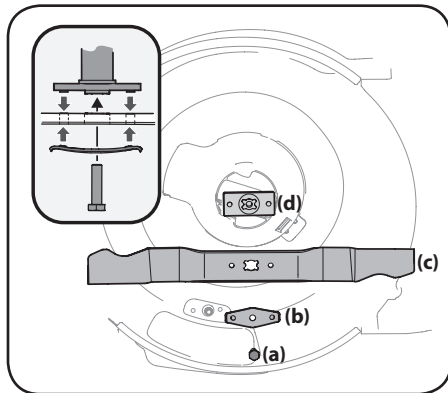

Figure 4-3
3. Enlevez le boulon (a) et le support de la lame (b) qui maintiennent la lame et l'adaptateur sur le vilebrequin. Voir la Figure 4-3.
4. Remove blade (c) and adapter (d) from the crankshaft. See Figure 4-3.
6. Lubrifiez le vilebrequin et la surface intérieure de l'adaptateur de la lame avec une huile légère. Glissez l'adaptateur de la lame sur le vilebrequin et positionnez la lame sur l'adaptateur de façon que le côté « Bottom » (ou le numéro de pièce) se trouve sur le dessous (vers le sol) pendant le fonctionnement. Assurez-vous que la lame est bien alignée et qu'elle repose sur les paliers de l'adaptateur. Voir le détail de la Figure 4-3.